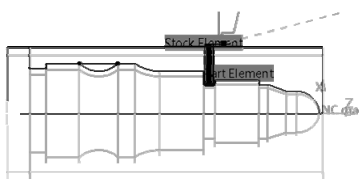

图 6-67 刀具路径轨迹(4)
- 单击“Groove Turning.1”对话框中的 Tool Path Replay 按钮，弹出“Rough Turning.1”对话框，同时在图形区显示刀具路径轨迹（4）如图 6-67 所示。